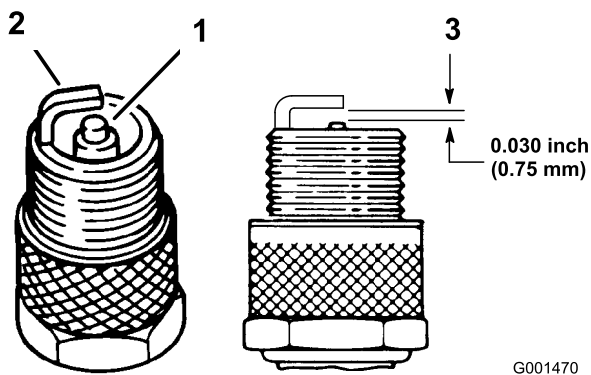

Figure 39
1. Examinez le centre de la bougie (Figure 39). Si le bec de l'isolateur est recouvert d'un léger dépôt gris ou brun, le moteur fonctionne correctement. S'il est recouvert d'un dépôt noir, cela signifie généralement que le filtre à air est encrassé.
3. Contrôlez l'écartement entre l'électrode centrale et l'électrode latérale (Figure 39).
Remarque: Courbez l'électrode latérale (Figure 39) si l'écartement est incorrect.
3. Branchez la bougie (Figure 39).